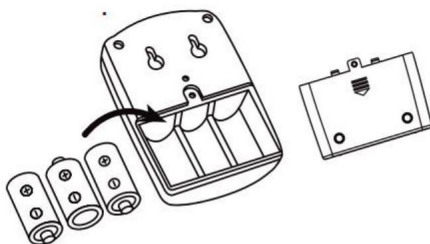

Fig. 5
6. Plaats drie "C"-batterijen in de ontvanger. (Fig. 5)